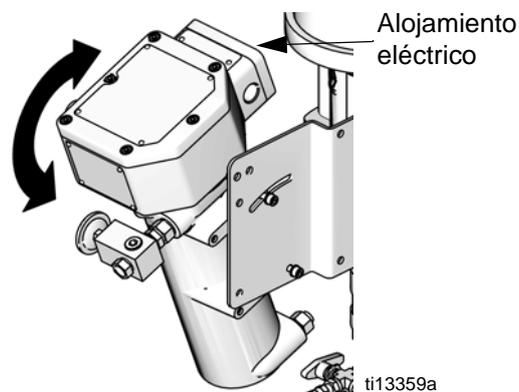

**FIG. 4. Cableado para ubicaciones no peligrosas para montaje en carro**
**Cableado para ubicaciones no peligrosas con montaje en carro.** Consulte la FIG. 4. Reemplace el adaptador instalado con el casquillo (80), se envía por separado. Una el casquillo de alivio de la tensión (79). Siga todas las instrucciones del manual del calentador Viscon HP 309524 para conectar el cable de alimentación eléctrica de 120 V suministrado (78) o el cable suministrado por el usuario para aplicaciones de 240 V.